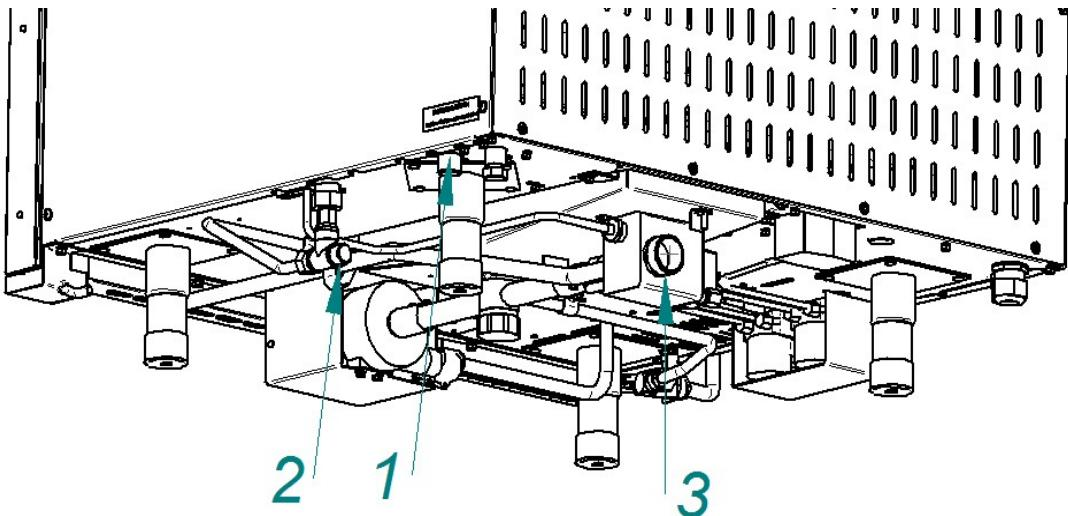
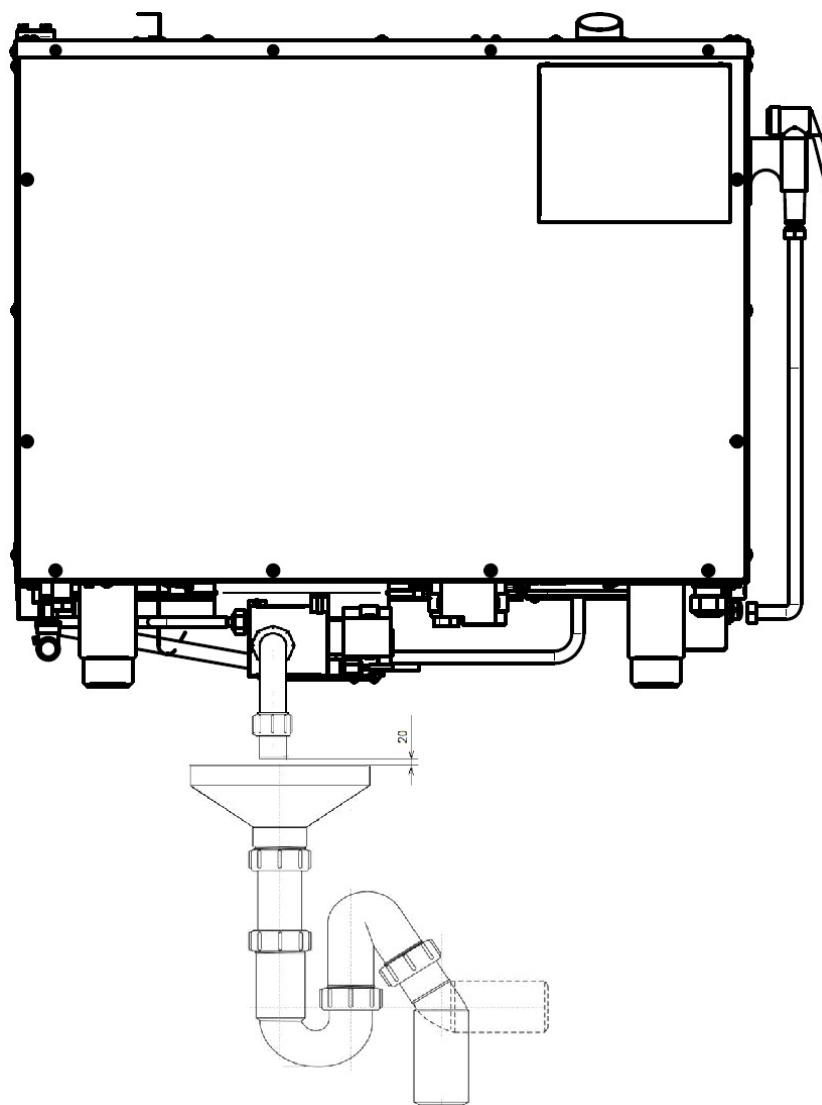

Рис. 3. Подключение к системе водоснабжения и канализации
Рис.4. Подключение к системе канализации
• G3/4 наружная резьба (см. рис.3 поз.1) – парогенератор. Подключать через водоумягчительную установку (водородно-ионного обмена) или фильтр воды. Рекомендуется использовать фильтр BRITA PURITY C300 Quell ST.
• G1/2" наружная резьба (см. рис.3 поз.2) – душевое устройство и охлаждение коллектора. Допускается подключать к неподготовленной воде.
- подключить пароконвектомат к системе канализации (см. рис.4) через соединение резьбой G1½" (см. рис.3 поз.3). Для подключения в комплект поставки входит труба гибкая K215. Подключение к канализации выполнить с разрывом струи не менее 20мм от верха приемной воронки (СНиП 2.04. 01-85 п. 17.11).